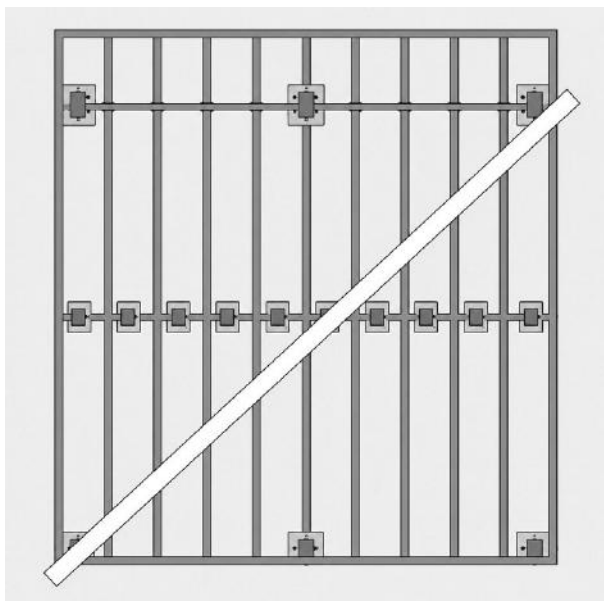

FIG. 11 – MIDDELSTE PLANK UITGEZET ONDER EEN HOEK VAN 45°
- 01 Plaats eerst de middelste plank en zorg ervoor dat de plank onder een hoek van 45° ligt (fig. 11): installeer 1 verdeckte clip telkens wanneer de plank een regel kruist; gebruik altijd verdeckte clips om plankuiteinden vast te zetten; gebruik 1 clip per plankuiteinde bij stuiknaden (deel nooit één clip over 2 plankuiteinden); gebruik een verstekhaak om een exacte hoek van 45° te garanderen.